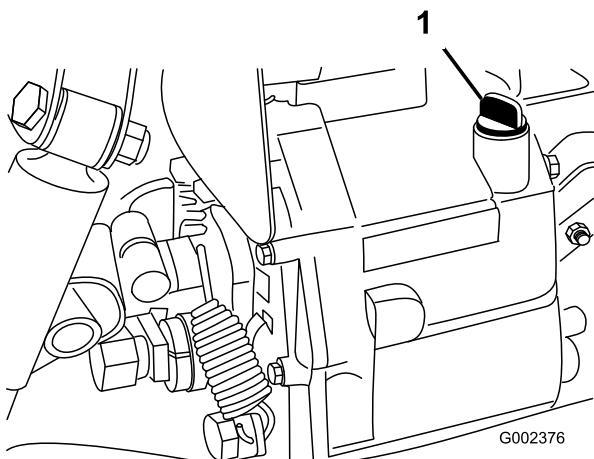

Bild 16
- Reinigen Sie den Bereich um den Peilstab (Bild 16).